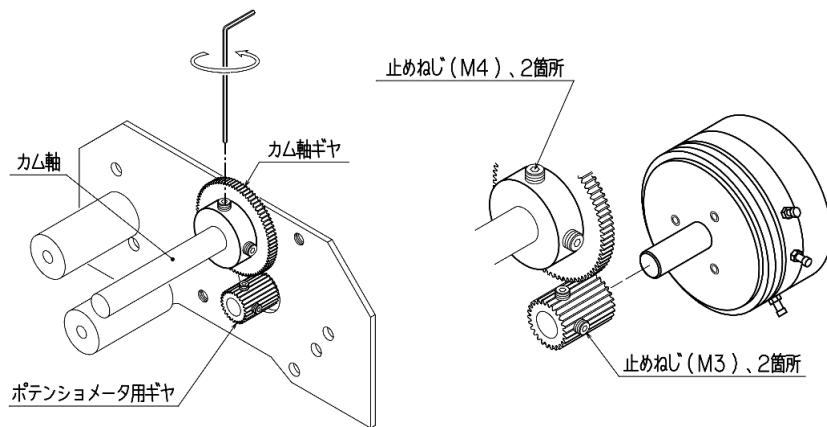

図10：ポテンショメータの調整
⑨ポテンショメータに付いているギヤを外し、ポテンショメータを取付板から取り外します。
⑩新しいポテンショメータを取付板に取付け、⑨で取り外したギヤをポテンショメータ軸に取付けます。(図10参照)
⑥RM端子に(+)、WM端子に(-)をデジタルマルチメータ等(電圧レンジ)にてて、電圧値を測定しながらカム軸ギヤを指で回し、電圧値が約40mVとなる位置でカム軸ギヤの止めねじを仮固定します(図10参照)。前項ポテンショメータの交換から引き続き作業を行っている場合は、(1)⑤で測定した数値に近くなるように調整します。
⑦そのまま電圧値を測定しながら電動又は手動操作で全開位置まで動作させます。この時電圧値が徐々に上昇していく、全開位置で約5Vになることを確認します。また、途中でデジタルマルチメータ等の数値が異常な値を示さないかの確認も同時に行います。
⑧再度コントロールモータを閉側へ動作させ、約40mVになることを確認します。
⑨最後にカム軸ギヤ固定用の止めねじを2本ともしっかりと締め込み、緩み止め剤を塗布します。
⑩外部配線を復線し、端子箱カバーを取付けてください。
⑪コントロールモータのスイッチカバーを取付け作業は完了です。試運転を行い、動作状態の確認を行ってください。